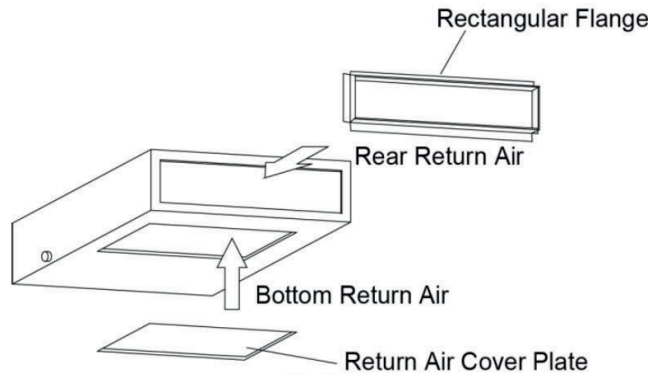

Fig 4.4.4
(1) El reborde cuadrado se ajusta por defecto para ser colocado en la parte posterior antes de la fábrica. La tapa de retorno de aire está en la parte inferior, como se muestra en Fig.4.4.4